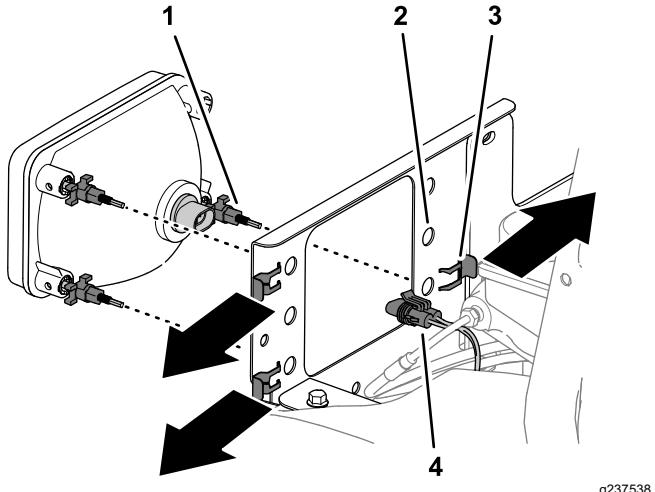

图 43
图 43。
2. 从 3 个大灯调整螺母卸下 3 个夹子然后从大灯支架上取下大灯 图 43。
5. 将 3 个大灯调整螺母穿过大灯安装支架中的孔用在步骤 2 中卸下的夹子 图 43 固定螺母。